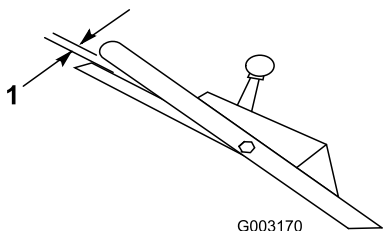

Figure 30
**Remarque:** Le réglage est correct si les roues arrière s'arrêtent de tourner lorsque la barre de commande se trouve à environ 2,5 cm (1") du guidon (Figure 30).